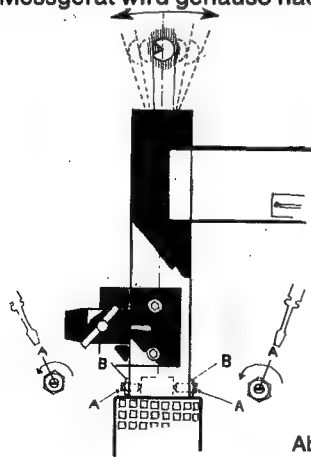

Abb. 39
3. Muttern »B« lockern. Schrauben »A« (Abb. 39) drehen bis der Lichtpfeil um die Hälfte des Fehlers gegen Null verschoben ist.